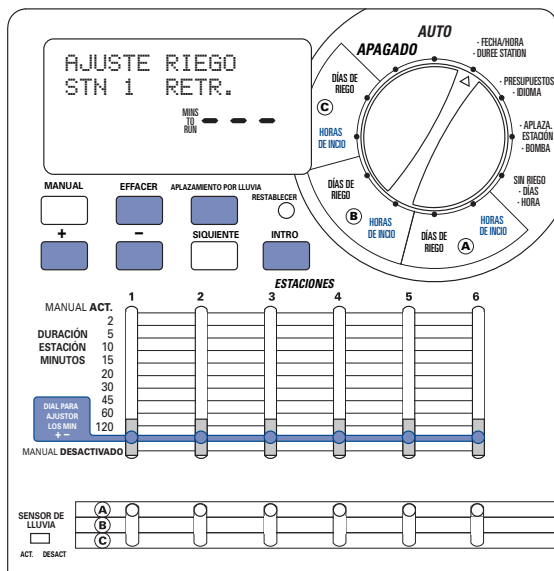

Ilustración 11: "Ajuste del dial por minuto"
- Ponga el conmutador de duración del riego (Watering Duration) en posición **DIAL PARA AJUSTOR LOS MIN** para cada estación. [Ilustración 11]